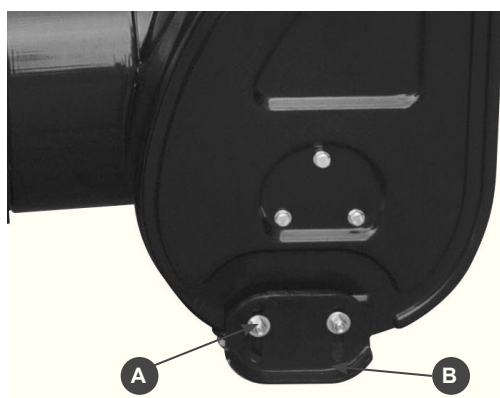

Рис.6
2. Ослабьте гайки крепления салазок (А) Рис.6 и установите салазки (В) на необходимую высоту. Снова затяните гайки.